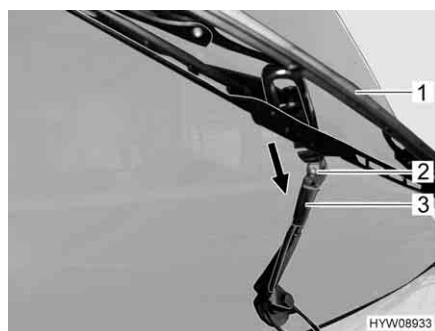

Fig. 232 Sostituzione delle spazzole del tergicristallo
- Sollevare il braccio del tergicristallo (Fig. 232,3) dal parabrezza e aprirlo fino all'arresto.
- Spingere i morsetti in plastica delle spazzole del tergicristallo (Fig. 232,1) fuori dal supporto piegato presente sul braccio del tergicristallo (freccia).
- Pulire gli ugelli dei tergicristalli (Fig. 232,2).